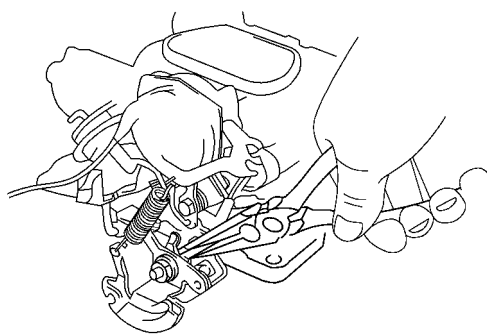

图 2-19 对弯曲主腔节气门的触杆进行调整
2) 弯曲主腔节气门的触杆进行调整，如图 2-19 所示。
(4) 设定自动阻风门